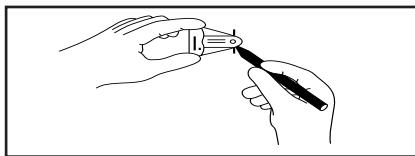

FIGURA 8
- Quando il magnete del MAGNA-FINDER™ è perpendicolare alla sua base, contrassegnare il tessuto con un pennarello chirurgico a livello delle due tacche poste sulla base del MAGNA-FINDER™. La linea tra questi due segni indica la posizione su un piano, come illustrato nella Figura 8. Il MAGNA-SITE™ si troverà in un punto di questo piano.